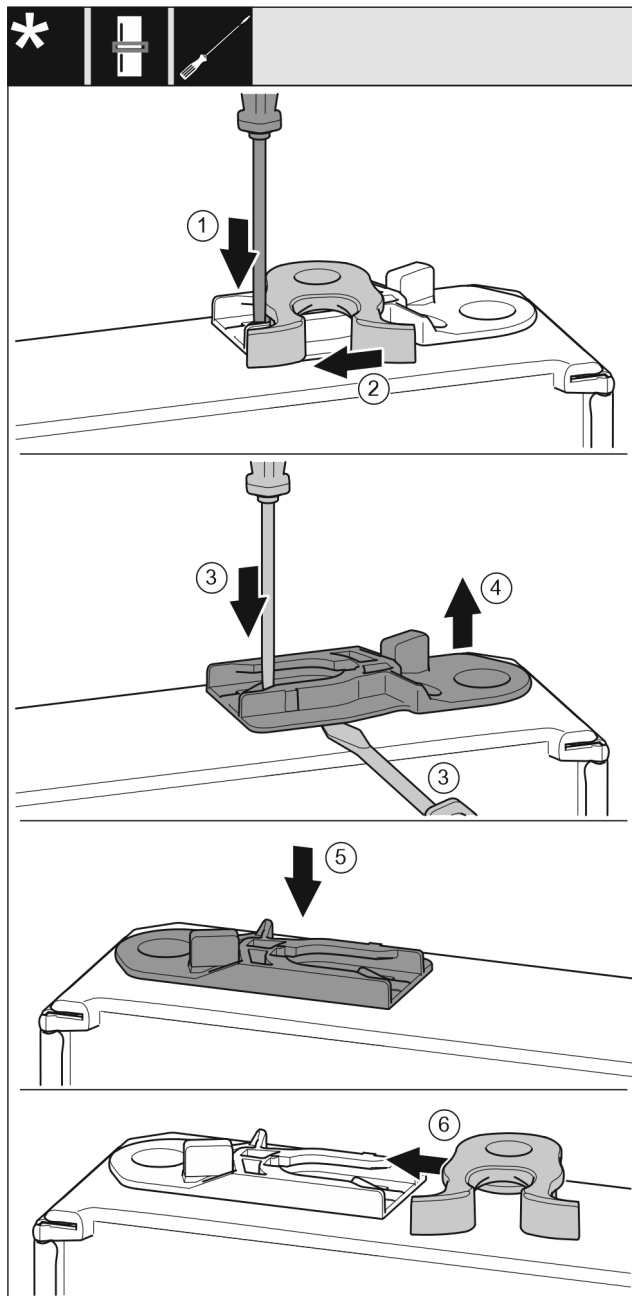

Fig. 52 \*
- ▶ Прижмите накладку Fig. 52 (1) шлицевой отверткой вниз.\*
- ▶ Выведите запорный крючок Fig. 52 (2) из направляющей.\*
- ▶ Извлеките направляющее гнездо Fig. 52 (3, 4): прижмите накладку шлицевой отверткой и одновременно переместите ее шлицевой отверткой под направляющее гнездо.\*
- ▶ Вставьте входящее в комплект поставки направляющее гнездо Fig. 52 (5) на другой стороне корпуса.\*
- ▶ Вставьте запорный крючок Fig. 52 (6) в направляющую.\*